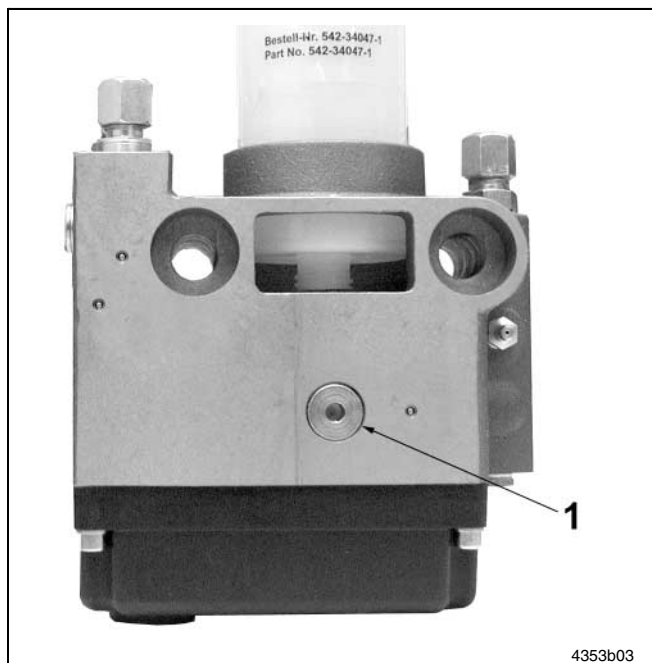

Fig. 8 Insertar el cartucho en la bomba de lubricación HTL 101
- Insertar el cartucho en el orificio empujándolo ligeramente y después atornillarlo a mano en el cuerpo (fig. 8)
- remover tornillo tapón (fig. 8, pos. 1)
Si después la bomba no transporta lubricante en seguida, efectuar una ventilación (véase descripción de la fig. 8 "Ventilar cuerpo").